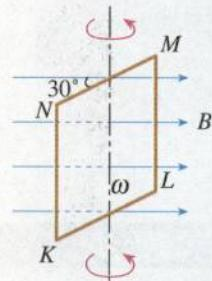

图 5.1-5 线框绕竖直轴以角速度  $\omega$  匀速转动
5. 如图 5.1-5 所示， $KLMN$  是一个竖直的矩形导线框，全部处于磁感应强度为  $B$  的水平方向的匀强磁场中，线框面积为  $S$ ， $MN$  边水平，线框绕某竖直固定轴以角速度  $\omega$  匀速转动。在  $MN$  边与磁场方向的夹角到达  $30^\circ$  的时刻（图示位置），导线框中产生的瞬时电动势  $e$  的大小是多少？标出线框此时电流的方向。已知线框按俯视的逆时针方向转动。